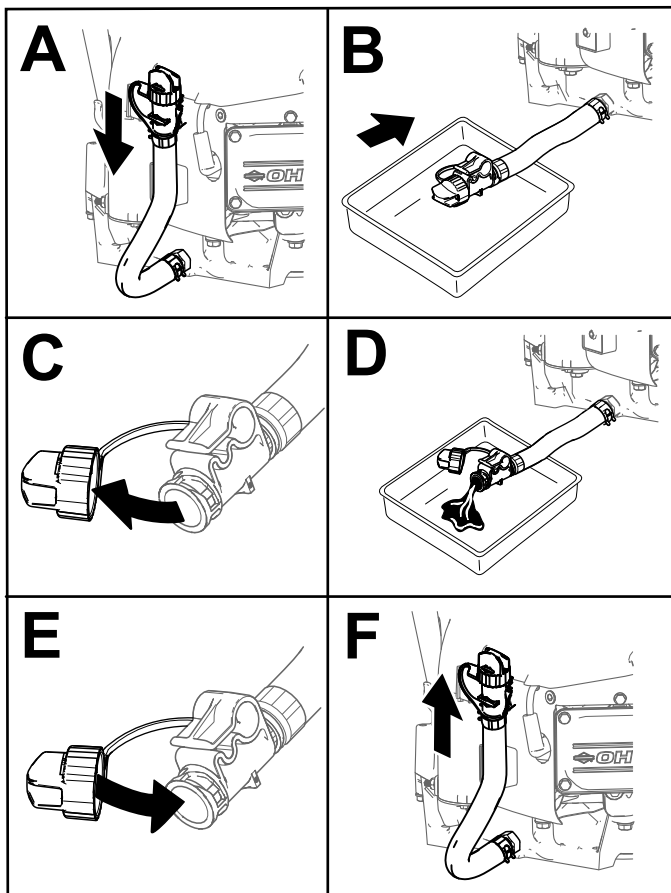

Figura 43
4. Drene el aceite del motor (Figura 43).